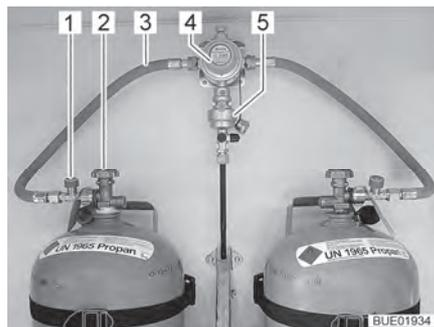
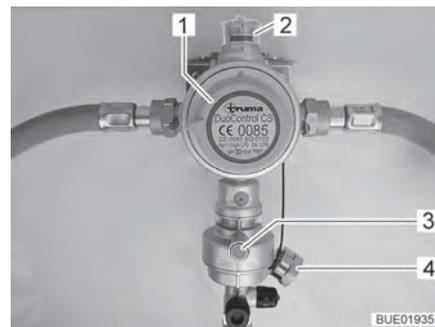
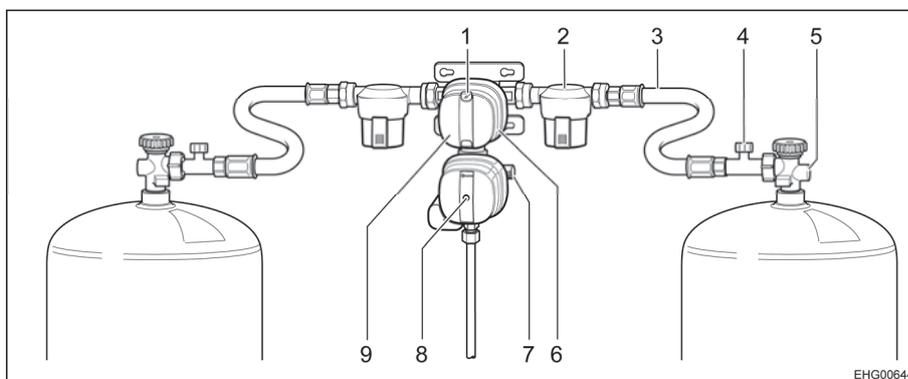

Fig. 67 Bouteilles de gaz avec DuoControl
Fig. 68 Système de réglage DuoControl
Fig. 69 Système de réglage de la pression de gaz DuoControl CS
Le système de réglage DuoControl se compose d'une valve de commutation (Fig. 67,4) et d'un capteur de crash (Fig. 67,5). Le système de réglage est monté entre les lyres (Fig. 67,3) avec une sécurité de rupture de tuyau (Fig. 67,1). Un bouton rotatif (Fig. 68,1) situé sur la valve de commutation permet de définir laquelle des bouteilles de gaz est celle de service et laquelle est celle de réserve.
L'état de l'alimentation en gaz est affiché sur le regard (Fig. 68,2) :
Le fonctionnement avec une seule bouteille de gaz est autorisé, la prise à découvert doit cependant être obturée avec le couvercle borgne (Fig. 68,4) dans ce cas-là.
Le capteur de crash coupe l'arrivée du gaz en cas de secousses importantes (par exemple accident). Le capteur de crash s'active en appuyant sur le bouton Reset vert (Fig. 68,3).
La sécurité de rupture de tuyau (Fig. 67,1) coupe l'arrivée de gaz quand le tuyau raccordé se rompt. La sécurité de rupture de tuyau s'active en appuyant sur la touche verte.
Le système de réglage DuoControl se compose d'une valve de commutation avec capteur de crash (Fig. 69,9). Le système de réglage DuoControl est monté entre les tuyaux haute pression (Fig. 69,3) avec une sécurité de rupture de tuyau (Fig. 69,4). Un bouton rotatif (Fig. 69,6) situé sur la valve de commutation permet de définir laquelle des bouteilles de gaz est celle de service et laquelle est celle de réserve.
L'état de l'alimentation en gaz est affiché à l'indicateur d'état (Fig. 69,1) :
Le fonctionnement avec une seule bouteille de gaz est autorisé, la prise à découvert doit cependant être obturée avec le bouchon à vis (Fig. 69,7) dans ce cas-là.
Capteur de crash Le capteur de crash coupe l'arrivée du gaz en cas de secousses importantes (par exemple accident). Le capteur de crash s'active en appuyant sur le bouton Reset jaune (Fig. 69,8).
Sécurité de rupture de tuyau La sécurité de rupture de tuyau (Fig. 69,4) coupe l'arrivée de gaz quand le tuyau raccordé se rompt.
Unité de commande L'arrivée du gaz s'ouvre et se ferme sur l'unité de commande (Fig. 70) au moyen du système de réglage DuoControl. Les robinets principaux (Fig. 69,5) des bouteilles de gaz et les robinets d'arrêt de gaz des appareils doivent être ouverts manuellement.
- Choisir la bouteille de gaz avec le bouton rotatif (Fig. 69,6) de la valve de commutation à partir de laquelle le gaz sera utilisé principalement (bouteille de service). Toujours tourner le bouton rotatif à fond.
- Ouvrir les robinets principaux (Fig. 69,5) des bouteilles de gaz.
- Activer la sécurité de rupture de tuyau. Appuyer pour ce faire sur la touche verte (Fig. 67,1) ou pendant environ 5 secondes sur la sécurité de rupture de tuyau (Fig. 69,4) . Le repère vert est indiqué sur le regard et sur l'indicateur d'état (Fig. 69,1).
- Fermer les robinets principaux (Fig. 67,2 et Fig. 69,5) des bouteilles de gaz.
Le voyant de contrôle vert (Fig. 70,6) s'éteint durant le fonctionnement et le voyant de contrôle rouge (Fig. 70,5) s'allume quand la bouteille de service est vide et doit être remplacée. Le repère rouge est indiqué sur le regard (Fig. 68,2) et sur l'indicateur d'état (Fig. 69,1). La bouteille de réserve alimente les appareils à gaz.
- Tourner le bouton rotatif (Fig. 69,6) d'un demi-tour en direction de la bouteille de gaz actuellement utilisée. Cette bouteille de gaz devient alors la bouteille de service, la bouteille vide devient celle de réserve. Le repère dans le regard (Fig. 68,2) et sur l'indicateur d'état (Fig. 69,1) passe du rouge au vert.
- Fermer le robinet principal (Fig. 67,2 ou Fig. 69,5) sur la bouteille de gaz vide. Observer le sens de la flèche.
- Activer la sécurité de rupture de tuyau. Appuyer pour ce faire sur la touche verte (Fig. 67,1) ou appuyer pendant environ 5 secondes sur la sécurité de rupture de tuyau (Fig. 69,4).